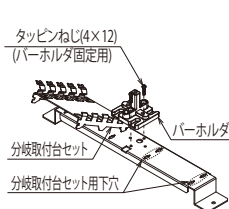

図1
1.バーホルダの取付け(図1)
2.分岐取付台セットの取付け(図1)